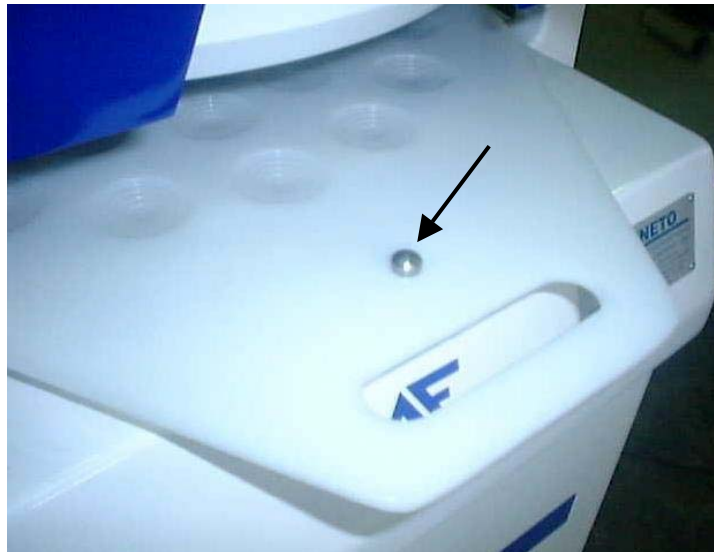

Figure 6.1
- Placer la plaque bouleuse sur la plaque en aluminium, en vous assurant qu'elle est bien ajustée dans l'axe de la plaque d'aluminium (fig. 6.1).
2. Abaisser le levier (A) de la fig. 4 avec la plaque pour arrondir la pâte installée au bon endroit (fig. 6.1).